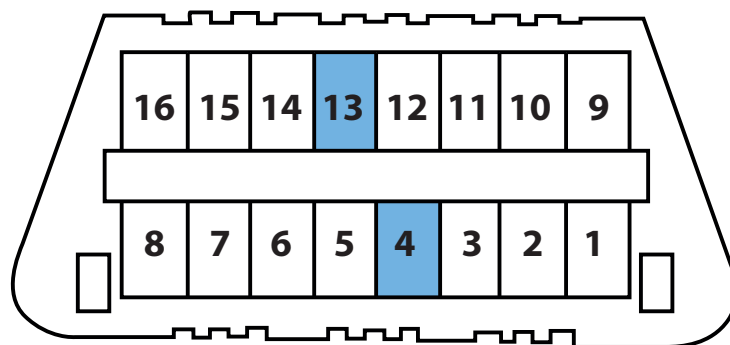

Fig. 2.
2. Utilisez un fil de raccordement pour relier les bornes 4 et 13 de la prise de diagnostic OBD à 16 broches, comme indiqué sur la figure 2.
2. Rebranchez le fil de raccordement comme indiqué précédemment dans la figure 2.